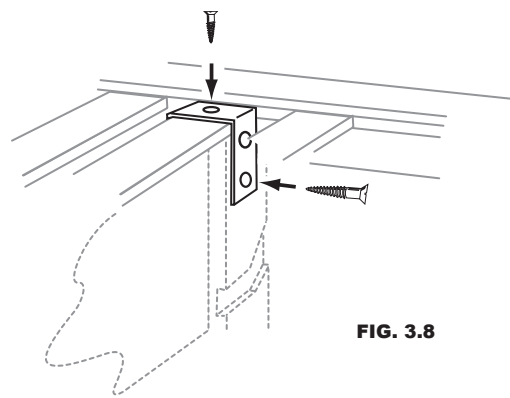

FIG. 3.8
9. Fije las grapas verticales a la torre usando tornillos N° 6 de 3/4 de pulg. en el costado y tornillos N° 4 de 3/4 pulg. en la parte superior (Fig. 3.8)